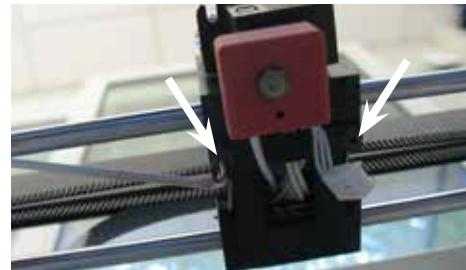

Fig. 75
- ⇒ Allenti la vite sinistra della piastra di serraggio di circa 1 giro e tolga la vite destra (Fig. 75).